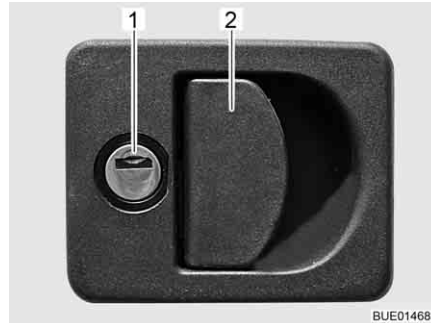

Fig. 35 Serrure du portillon avec poignée
- Insérer la clé dans le barillet (Fig. 35,1) et la tourner d'un quart de tour. La serrure du portillon est déverrouillée.
- Tirer sur la poignée de la serrure (Fig. 35,2). Le portillon extérieur est ouvert.